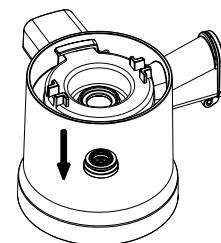
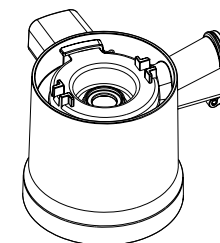
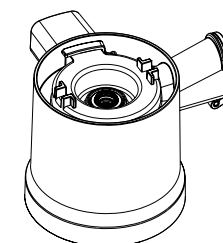

Fig.5
Fig.6
Fig.7
3. Pour nettoyer le joint d'étanchéité au milieu de la chambre à jus, veuillez suivre les étapes suivantes : a. Retournez la chambre à jus à l'envers pour faciliter la manipulation. Poussez le joint d'étanchéité avec votre pouce (Fig. 5) et nettoyez-le à l'eau. b. Après le nettoyage, veuillez le réinsérer dans le trou central. La petite surface rainurée doit être orientée vers le haut (Fig. 6). Assurez-vous que la rainure du joint d'étanchéité s'adapte bien à la chambre à jus. c. Le grand côté plat du joint d'étanchéité sera à l'intérieur tandis que le petit côté rainuré sera à l'extérieur sur la chambre à jus. (Fig. 7)